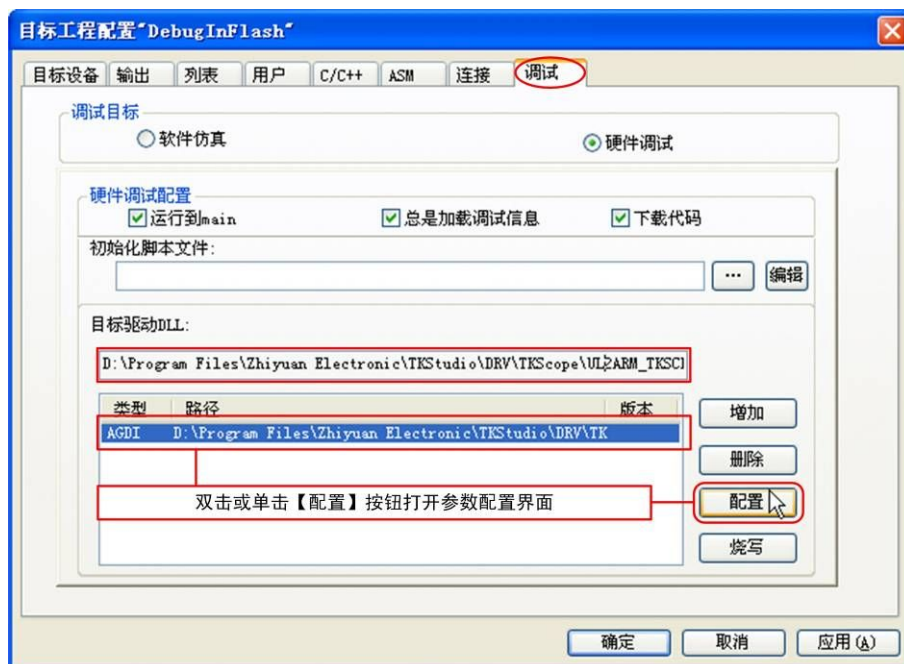

图 3.15 目标驱动配置选项
- (2) 添加完 TKScope CK100 仿真器驱动后，选中该驱动程序，双击驱动名称或单击【配置】按钮，如图 3.15 所示。弹出仿真器参数设置界面，如图 3.16 所示。